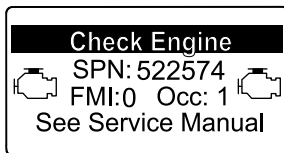

Figura 45
- Advertencia del motor SPN 522574, FMI: 0 (Figura 45)